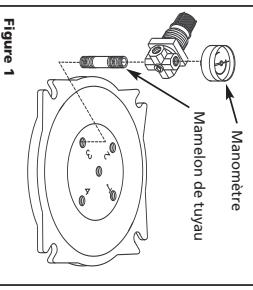

Figure 1
- Monter le régulateur au couvercle du réservoir à peinture comme indiqué sur la Figure 1.